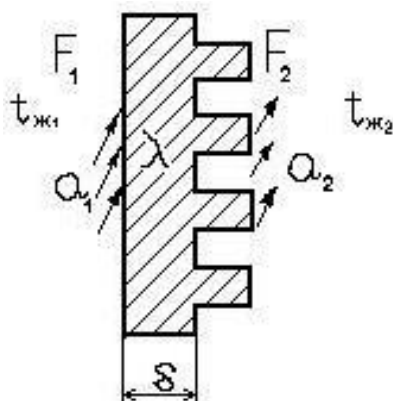

Рисунок 7.6
**Задача 7.11.** Определить количество переданного тепла через 1 м2 стенки (рисунок 7.6), холодная сторона которой оребрена. Коэффициент оребрения равен  $F_2 / F_1 = 13$ , где  $F_1$  – площадь гладкой поверхности,  $F_2$  – площадь оребренной поверхности. Толщина стенки  $\delta = 10$  мм, коэффициент теплопроводности материала стенки -  $\lambda = 40$  Вт/(м · К). Коэффициенты теплоотдачи соответственно равны  $\alpha_1 = 200$  Вт/(м2 · К) и  $\alpha_2 = 10$  Вт/(м2 · К). Температура горячего теплоносителя  $t_{ж1} = 75$  °С, а холодного  $t_{ж2} = 15$  °С. Определите, во сколько раз оребрение поверхности увеличит теплопередачу.